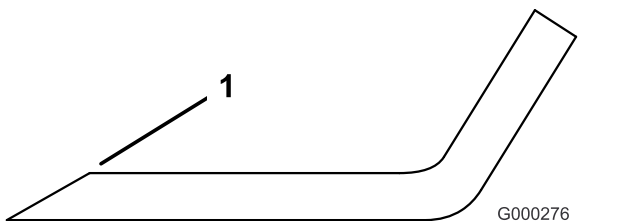

図 131
3. すべてのブレードの刃先を点検し、刃先が丸くなっていたり打ち傷がある場合には研磨する図 131。
**注** 研磨は刃先の上面だけに行い、刃の元々の角度を変えないように十分注意する図 131。左右を同じだけ削るようにすればバランスが狂わない。